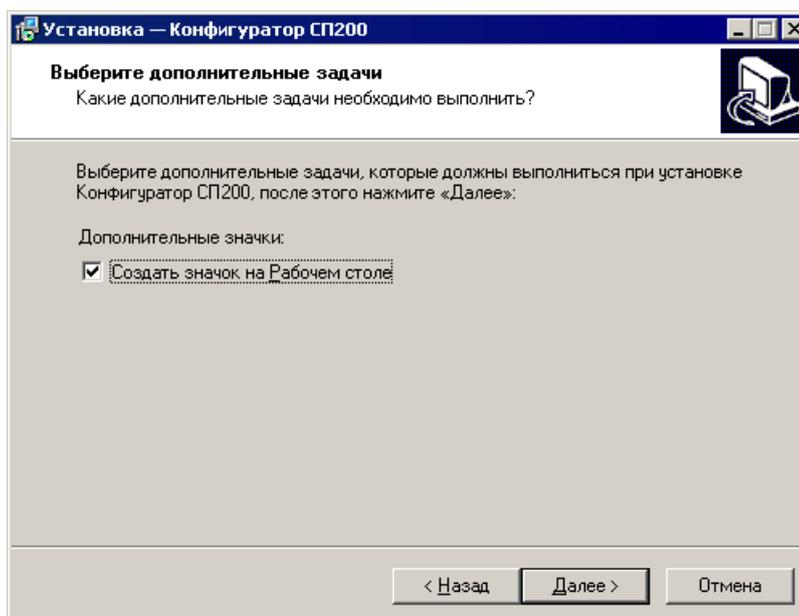

Рисунок 217
4. В четвертом окне инсталлятора (см. рис. 217) – задать (установкой флажка в поле переключателя «Создать значок на рабочем столе») необходимость создания в процессе инсталляции значка запуска программы на рабочем столе. Нажать кнопку «Далее».